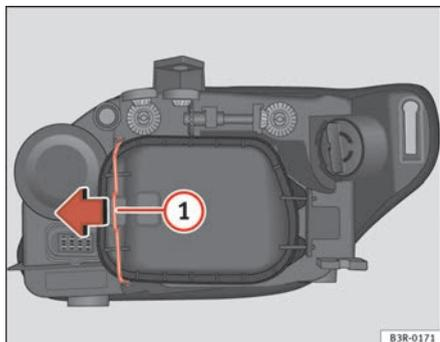

Fig. 216 Ampoule feux de position
Bien que ce ne soit pas nécessaire, retirez préalablement le couvercle rigide ⇒ page 285, fig. 216; il facilite le remplacement de l'ampoule de feu de circulation jour. ■
- Déplacez le tirant ⇒ fig. 216 ① dans le sens de la flèche et retirez le couvercle rigide en séparant d'abord le côté du tirant et en ôtant ensuite les deux languettes de l'autre extrémité du couvercle.